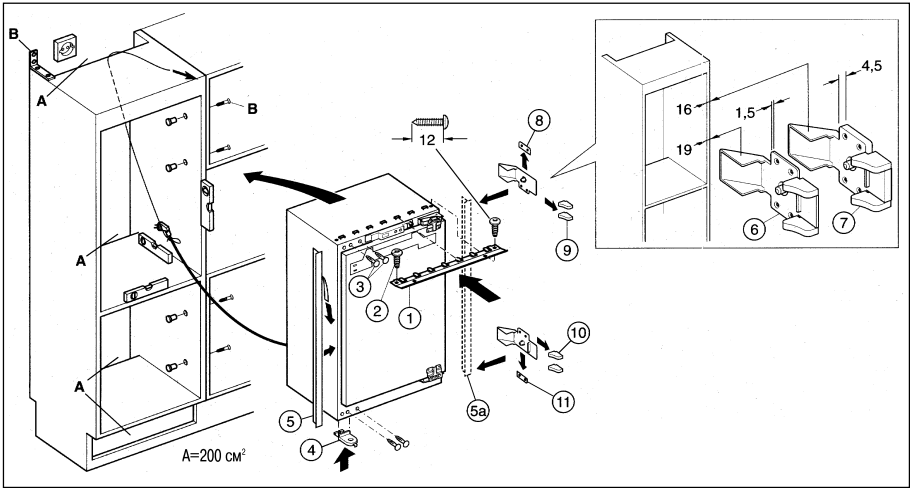

Рис. 3
- ❑ Перед установкой прибора убедитесь, что в основании высокого шкафа имеется вентиляционное отверстие с поперечным сечением площадью 200 см², и что сзади высокого шкафа обеспечен вентиляционный ствол **(рис. 3/А)**, особенно, если новый прибор устанавливается вместо старого, который имел переднюю вентиляцию, или если высокий шкаф доходит до потолка. Если высокий шкаф не дает возможность обеспечить правильную вентиляцию, измените его конструкцию соответствующим образом.
- ❑ Осторожно выровняйте высокий шкаф и переднюю панель по уровню. Проверьте, нет ли искривления высокого шкафа, приложив к нему переднюю панель. Не вставляйте прибор перед этой процедурой. Передняя панель должна прилегать по всем углам к высокому шкафу. Прикрепите высокий шкаф винтами к соседнему шкафу или к стене (**рис. 3/В**).
- ❑ Вставьте верхнюю стопорную планку (**рис. 3/1**) в металлические скобы на корпусе прибора и закрепите винтами (**рис. 3/2**). Установите на корпус прибора входящие в комплект поставки заглушки (**рис. 3/3**) и элемент крепления к нише (**рис. 3/4**). Приклейте длинную профильную планку (**рис. 3/5**) к корпусу прибора со стороны открывания двери.
- ❑ Если боковые стенки ниши имеют толщину 19 мм, установите на петли прокладки толщиной 1,5 мм (**рис 3/6**). Если боковые стенки ниши имеют толщину 16 мм, установите на петли прокладки толщиной 4,5 мм (**рис. 3/7**). Отломайте выламываемые части (**рис. 3/8 и 3/9**) на прокладках для верхней петли. Отломайте выламываемые части (**рис. 3/10 и 3/11**) на прокладках для нижней петли.